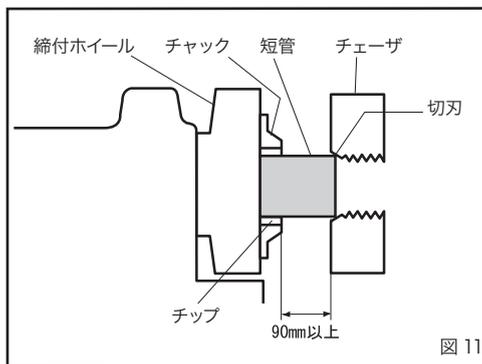

図 11
- ①後部スクロールおよびチャックをパイプ径より大きく開き、パイプを後部スクロール側から差し込んでください。(短管の場合はチャック側から差し込みます。)
- ②後部スクロールを締めてから、右手でパイプを支え左手で締付ホイールを回してチャックを軽く締め、パイプにチップをよく合わせてから強くパイプを締め付けます。(反動をつけて締付ホイールを回す)
- ③パイプの取外しは、反動をつけて締付ホイールを逆方向に回せばチャックが緩みます。次にスクロールを緩めてパイプを取り外してください。
■短管ねじ切りのパイプのつかみ方 (図 11)